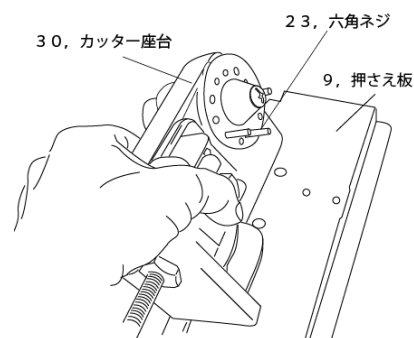
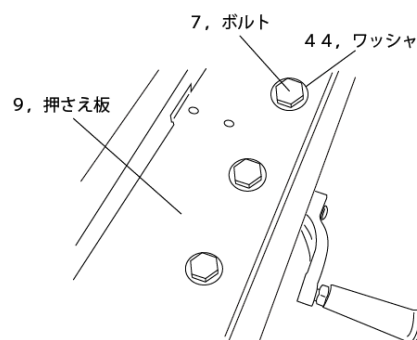

図1
図2
- ① 3, 床板と4, フィルター床板を2, フィルタートレイに挿入してください。その際、4, フィルター床板を6, 廃油ドレンコック側に挿入してください。
- ② 30, カッター座台に取り付けられている7, ボルト3本、44, ワッシャ3枚を取り外してください。図1, 図2を参考に30, カッター座台と9, 押さえ板のボルト穴を合わせて、7, ボルトと44, ワッシャを使用して確実に固定してください。